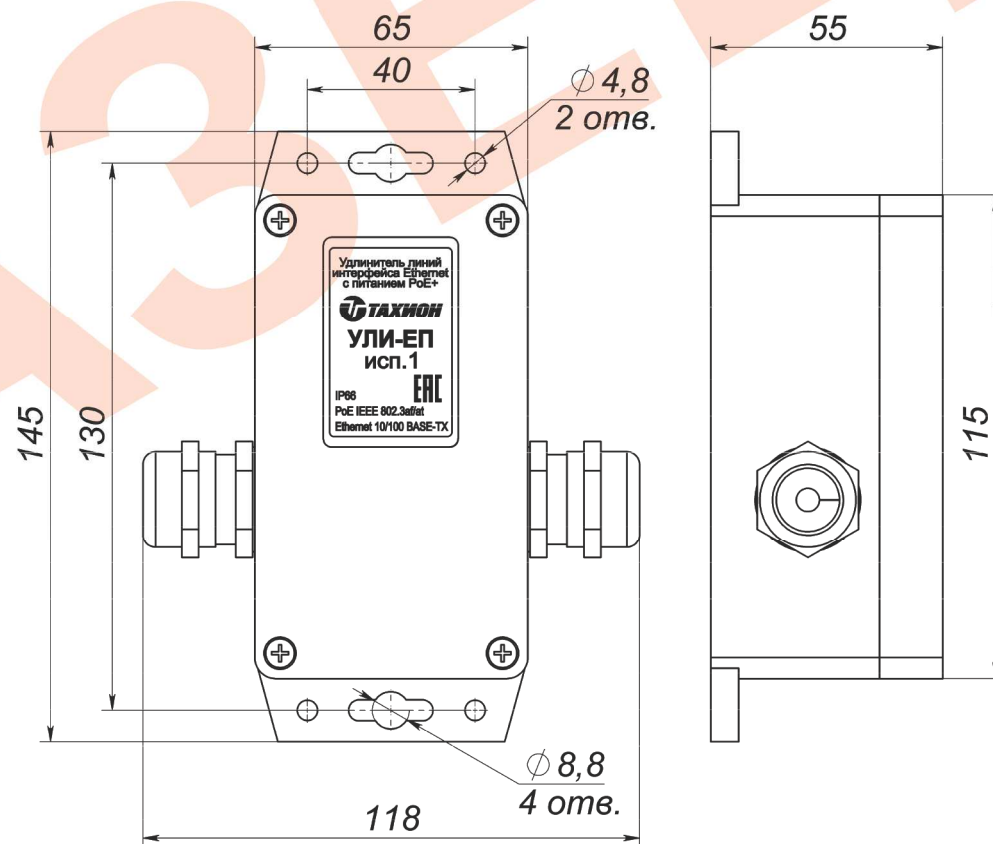

Рис.2 Внешний вид и габаритно-установочные размеры.
* Размер с гермовводами (см. рис.2).
2. Габаритные и установочные размеры приведены на рис.2.